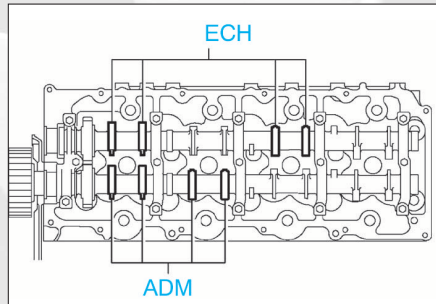

FIG. 20
- Utiliser un jeu de cales et mesurer (uniquement les soupapes indiquées) l'espace entre le poussoir de soupape et l'arbre à cames (fig. 20).